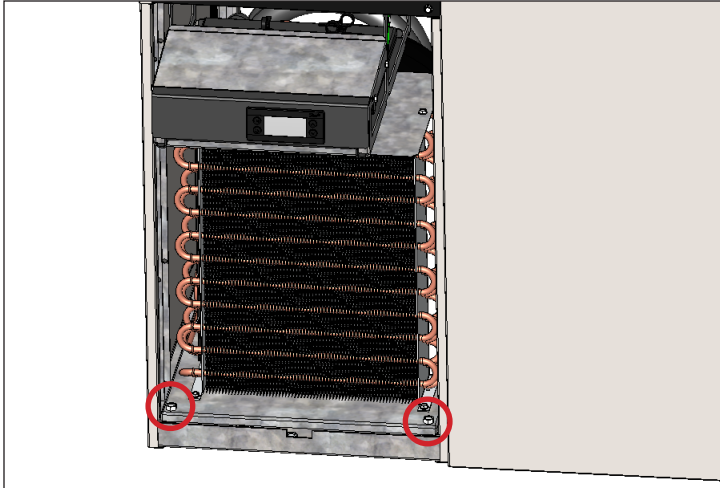

Fig. 4. Retire los pernos de la base del condensador.
6. Retire los pernos base del condensador. Véase la fig. 4.